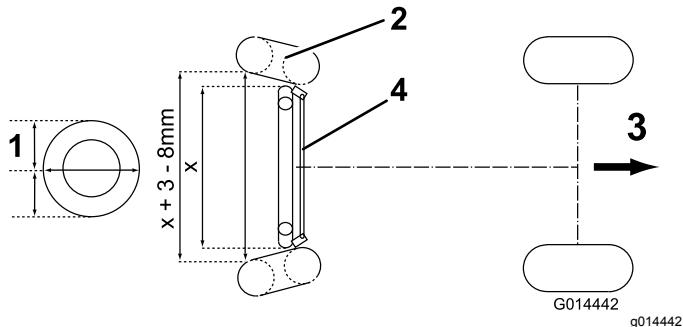

Figure 42
- Mesurez et comparez la distance entre l'avant et l'arrière des flancs intérieurs à la hauteur du centre des roues (Figure 42).